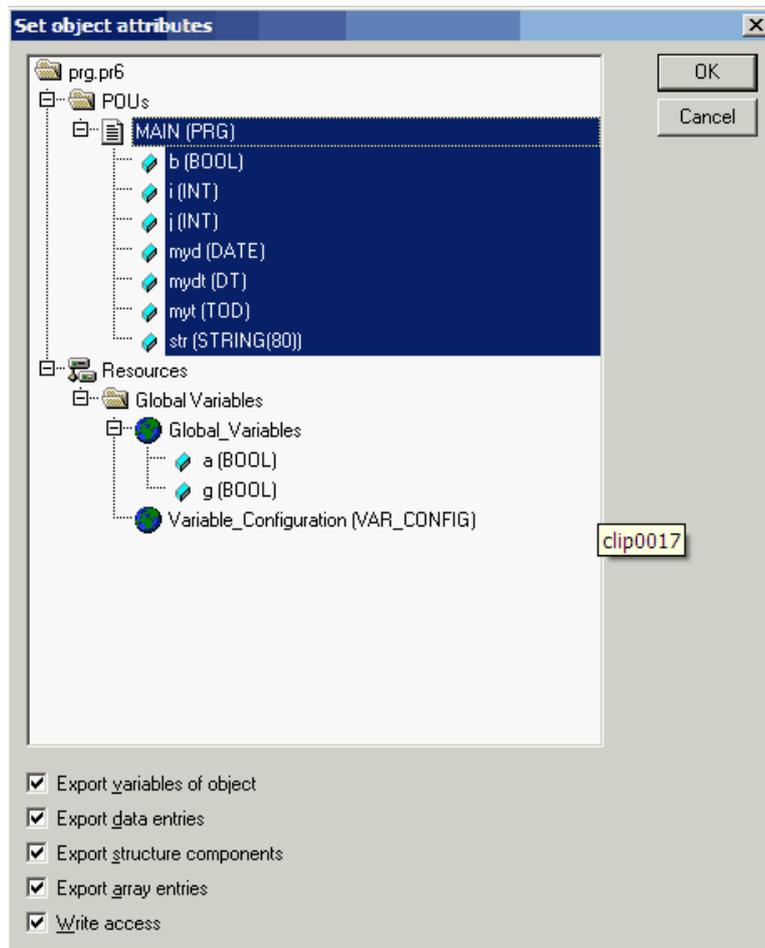

Рисунок 130 – Выбор конфигурации переменных TwinCAT
3. Нажать на кнопку "Configure symbol file" и поставить все галочки для параметров POU's (см. рисунок 130) и Global\_Variables.